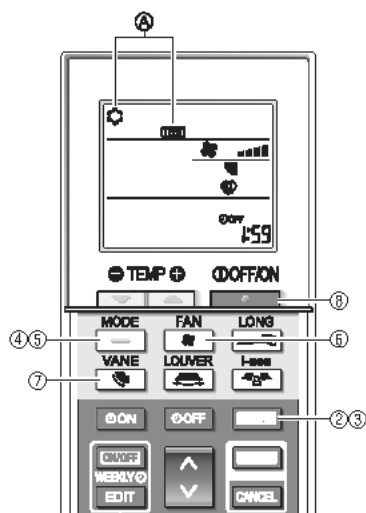

Fig. 8-5
- ① Tænd for strømmen til enheden mindst 12 timer før testkørslen.
- ② Tryk på [ON/OFF]-knappen i 5 sekunder. (Fig. 8-5)
[TEST] og den aktuelle funktionsmåde vises. (Fig. 8-5)